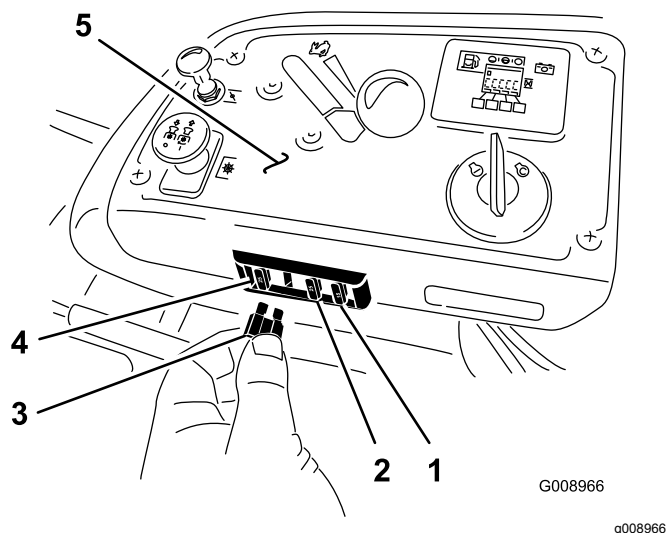

Figura 58
1. Los fusibles están situados en la consola de la derecha, junto al asiento (Figura 58).
3. Instale un fusible nuevo (Figura 58).